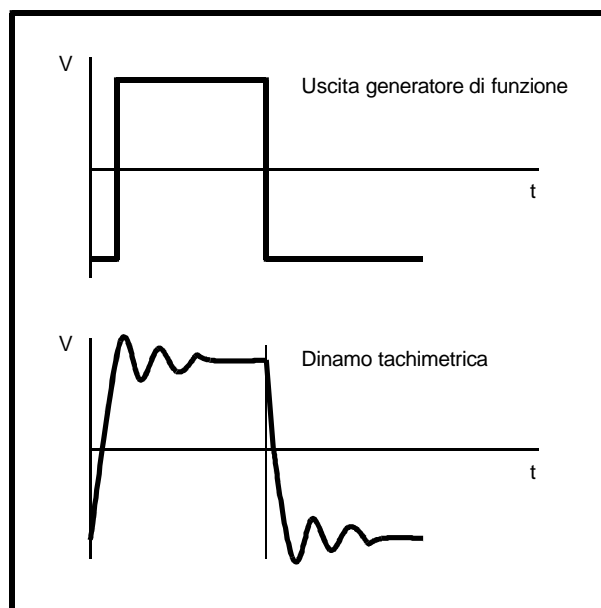

Figura 22 *Forma d'onda prodotta in caso di guadagno proporzionale insufficiente*
11. La forma d'onda potrà avere l'andamento riportato nella figura 22. (nell'esempio il guadagno dinamico del sistema è insufficiente). Per ottenere una forma d'onda senza oscillazioni ruotare il potenziometro PROPORTIONAL (proporzionale) in senso orario.